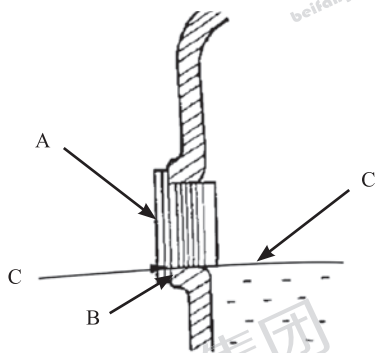

图 12
2. 拆下油液检查口旋塞 A 和密封垫片 B 如图 12 所示，然后检查油液情况，并确认油液液位正常。